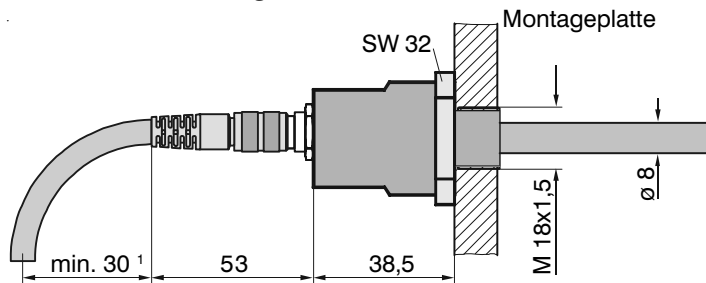

Abb. 4.2: Gehäuseausführung -GA-
- Min. Biegeradius des Sensorkabels C 703-5 beträgt 30 mm (einmalig, siehe Abb. 4.2, 4.3)
Der Sensor wird durch sein M18-Gewinde mit einer Montageplatte verschraubt (Abb. 4.2) oder durch eine Umfangsklemmung am Sensorstab (Abb. 4.3) befestigt. MICRO-EPSILON empfiehlt das als Zubehör erhältliche Montageset MBS 12/8 zu verwenden (siehe Kap. 8.2). Bei kraft- und vibrationsfreiem Einbauort kann der Sensor auch am Sensorstab über eine radiale Punkt-klemmung mit Madenschrauben befestigt werden. Die Madenschraube muss aus Kunststoff sein, damit das Sensorgehäuse nicht beschädigt oder verformt wird. Maßzeichnungen für die Gehäuseausführungen finden Sie in Kap. 8.1.